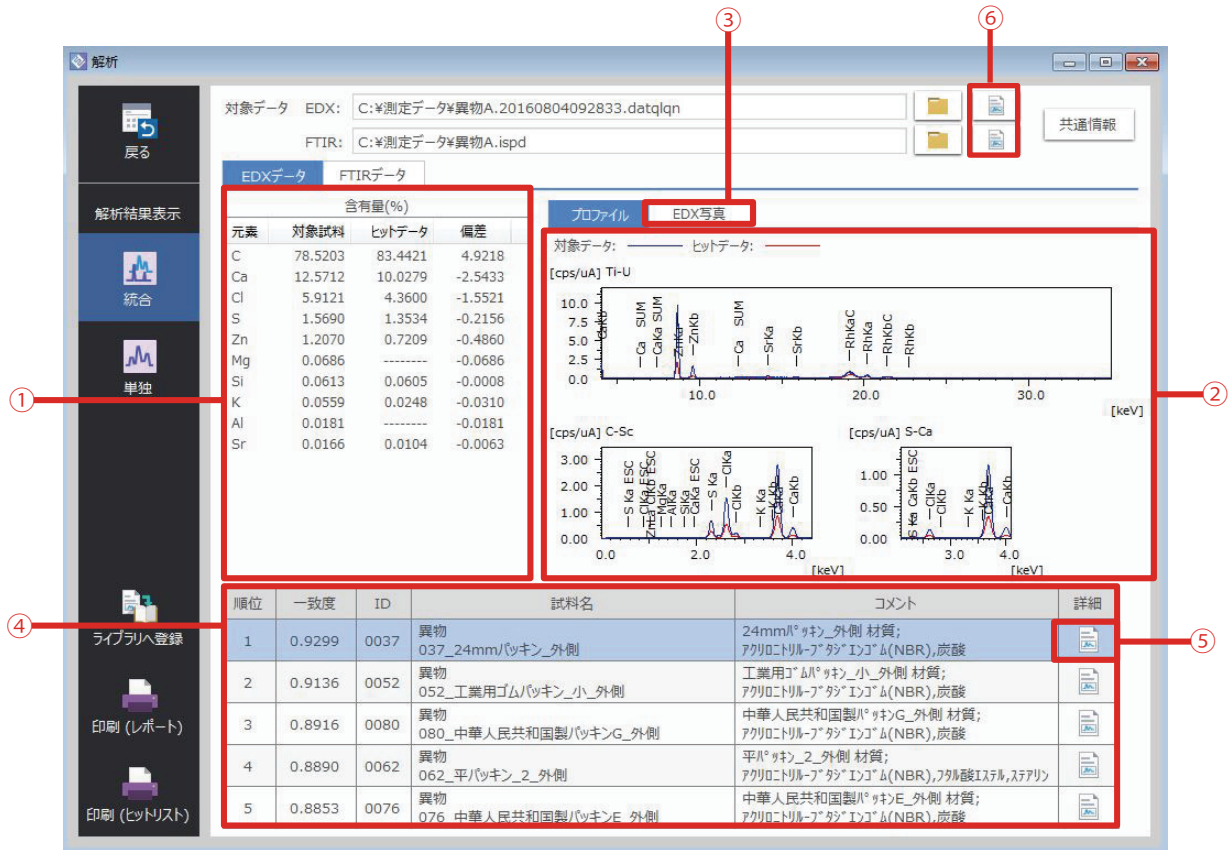

Fig. 4 EDX プロファイルとヒットリスト
まず、EDX データ画面のプロファイルとヒットリストを Fig. 4 に示します。画面構成は下記の通りです。
「EDX 写真」ボタン (Fig. 4 の③) を選択すると、Fig. 5 に示す通り、対象データとヒットデータの画像を確認できます。また、ヒットデータ 1 位の「詳細」ボタン (Fig. 4 の⑤) を選択すると、Fig. 6 に示す通り、試料情報の閲覧画面が表示されます。ヒットリストの 1 位は、炭酸カルシウムとステアリン酸亜鉛を含有するアクリロニトリル-ブタジエンゴム (NBR) です。一致度は 0 ~ 1 の範囲で、数値が大きいほど、対象データとヒットデータがよく類似していることを示します。今回は 0.9299 と良好な結果が得られました。